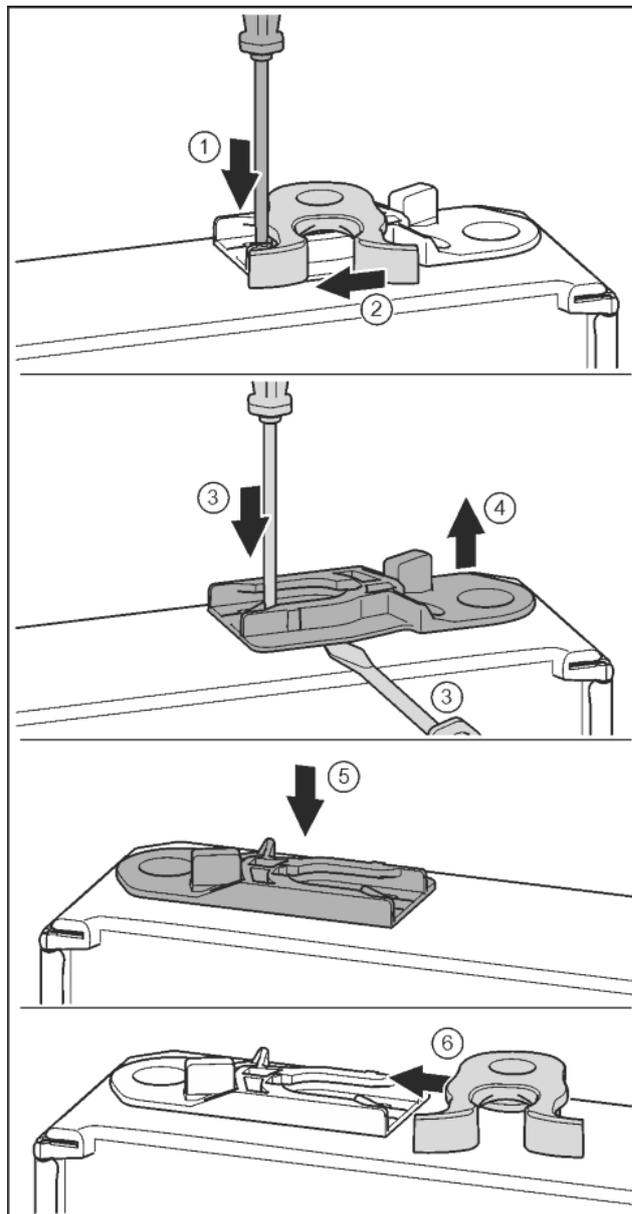

Fig. 19
- ▶ Lasche mit Schlitzschraubendreher nach unten drücken. Fig. 19 (1)
- ▶ Schließhaken aus Führung ziehen. Fig. 19 (2)
- ▶ Führungsbuchse herausziehen: Lasche mit Schlitzschraubendreher drücken und gleichzeitig mit Schlitzschraubendreher unter Führungsbuchse fahren. Fig. 19 (3, 4)
- ▶ Im Lieferumfang beiliegende Führungsbuchse auf anderer Gehäuseseite einschieben. Fig. 19 (5)
- ▶ Schließhaken in Führung schieben. Fig. 19 (6)